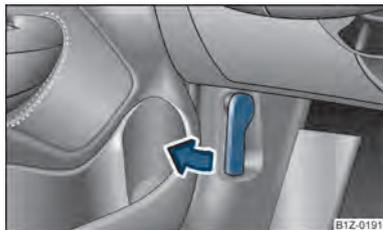

Fig. 148 Alavanca de desancramento do capot
- Puxe a alavanca por baixo do painel de instrumentos no lado do condutor ⇒ Fig. 148.
- Desancrar a tampa do compartimento do motor ⇒ Fig. 148.